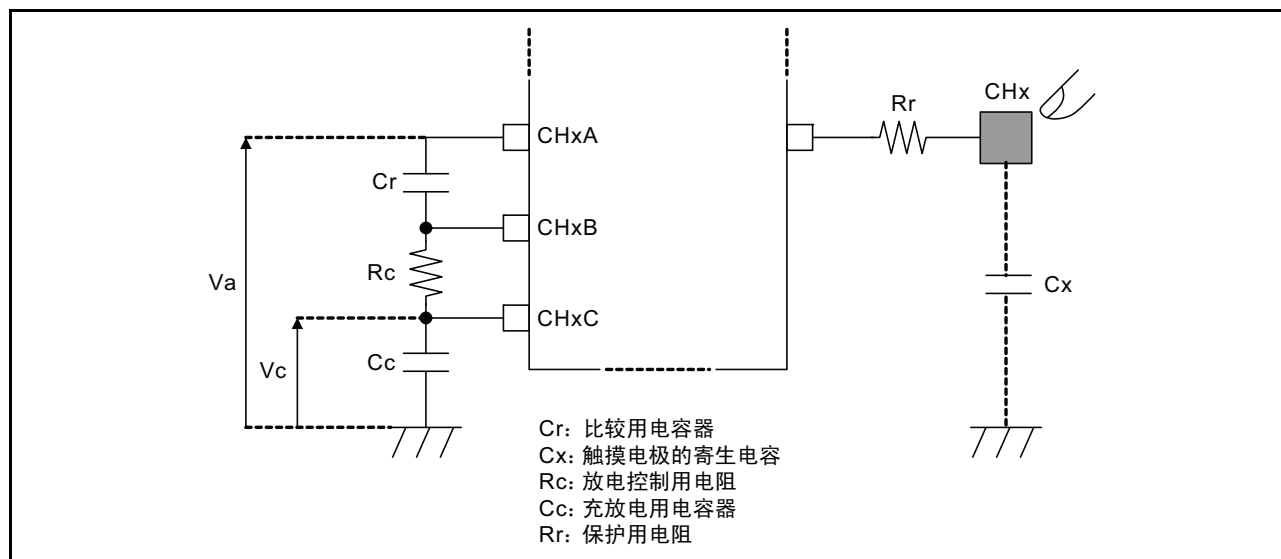

图 21.11 测量部电路
测量部电路如图 21.11 所示，传感器控制单元的静电电容式触摸电极的测量运行原理如以下说明。
运行原理如图 21.11 所示对在插入电阻、电容器状态进行说明。
3. 在短时间放电后，将 CHxA 引脚、CHxB 引脚、CHxC 引脚作为高阻抗（Hi-Z），测量 CHxA 引脚的电压。此时，如图 21.11 所示如果将 CHxA 引脚电压置 Va，并且将 CHxC 引脚电压置 Vc，电压测量时的 Va 如下述（A）式所示。